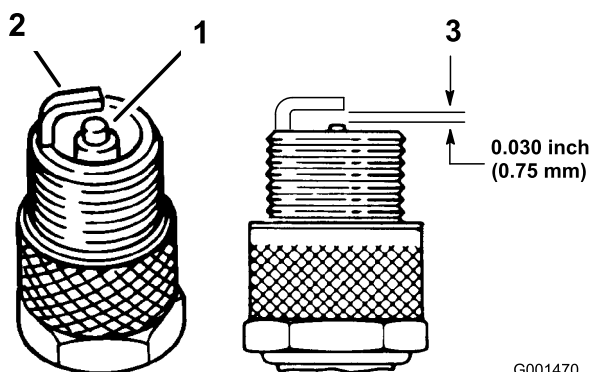

図 19
2. プラグの電極間のエアギャップ 図 19 を点検し、適正值から外れていれば外側の電極 図 19 を曲げて調整する。
1. 中央の電極部(図 19)を観察する。絶縁体部がうす茶色や灰色なら適正、黒い汚れがある場合にはエアクリーナの不良を考える。
3. 点火コードを接続する 図 19。